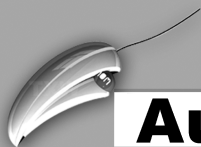

图 7-32 标准文件的图层
(1) 单击“快速访问”工具栏中的“新建”按钮，选择合适的样板文件，在本例中选择“自建样板 1.dwt”。
(2) 在样板图形中，创建将要作为标准文件一部分的图层、标注样式、线型和文字样式。如图 7-32 所示，创建作为标准的几个图层，对图层的属性进行设置。